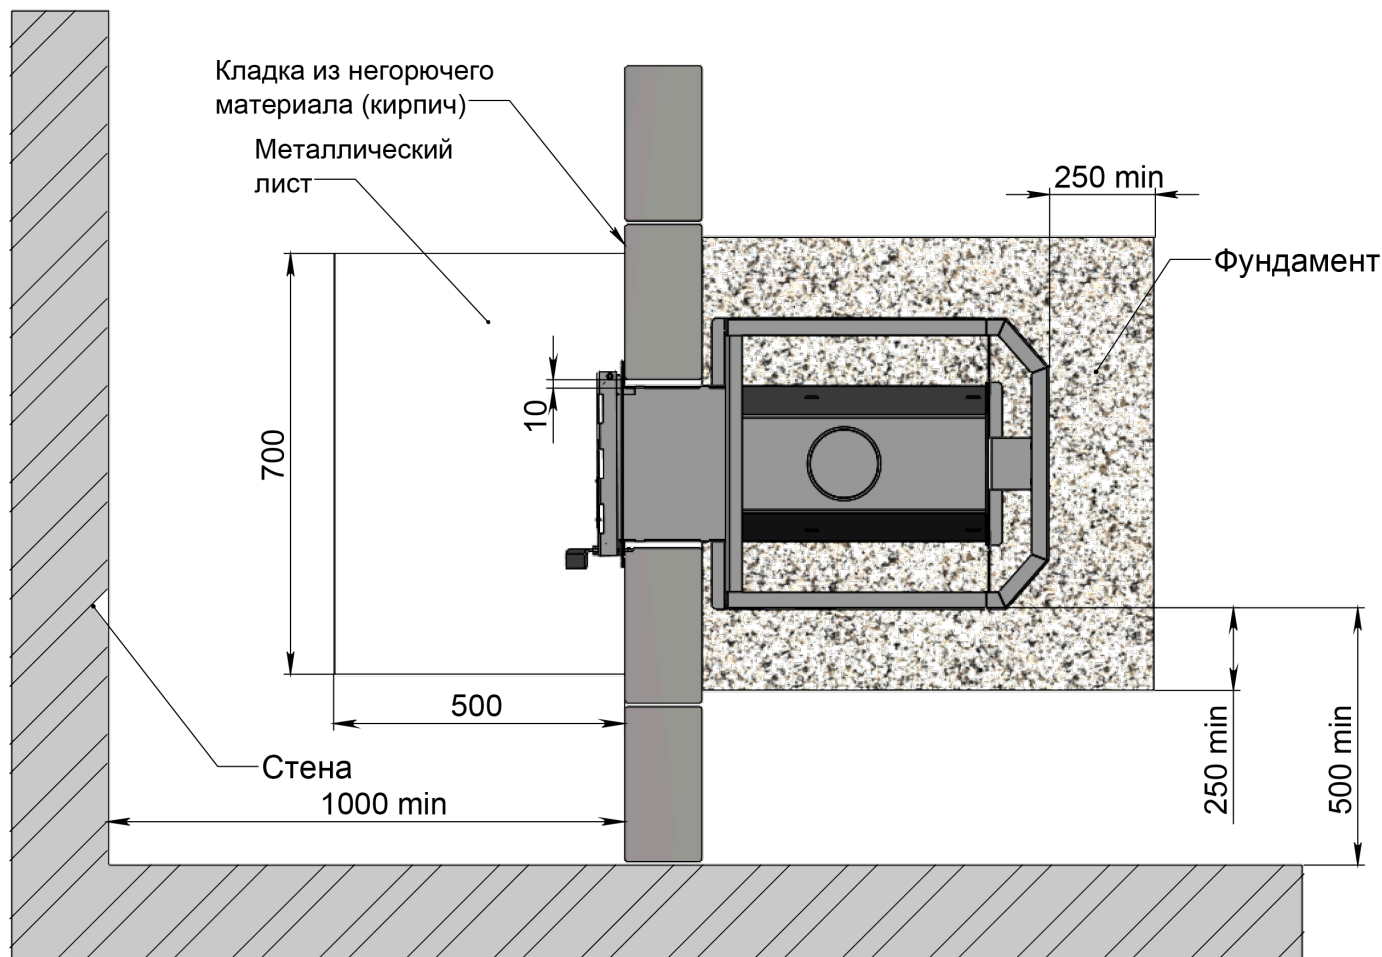

Рис. 3 Схема установки печи **SOLO** (вид сверху)
Передняя и боковая поверхность печи могут располагаться на расстоянии не менее 50 мм от стены, сделанной из негорючих материалов (рисунок 3).
2. Установить печь со стороны парильного помещения так, чтобы топливный канал прошел сквозь отверстие, предусмотренное в стене (рис. 3, 4).